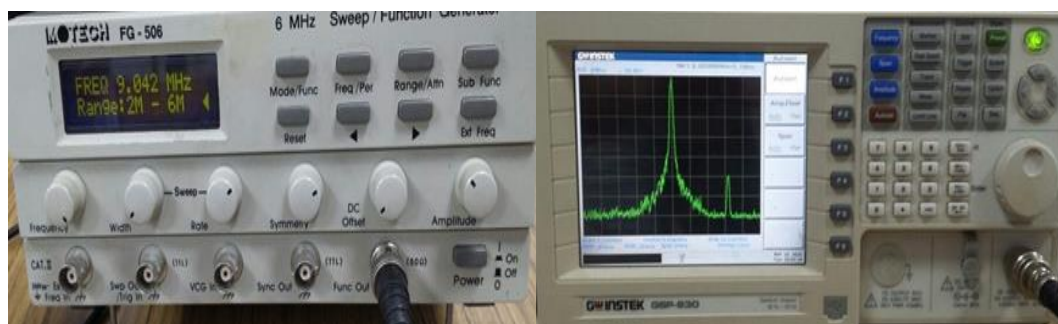

ILUSTRACIÓN 6
- En las dos imágenes podemos verificar que la frecuencia en el generador de señales es de 9.042 MHz mientras que en el analizador esta con 9.052, se puede concluir que este espectro está bien ya que tienen casi la misma frecuencia a la hora de analizarlos (**ILUSTRACION.6**)